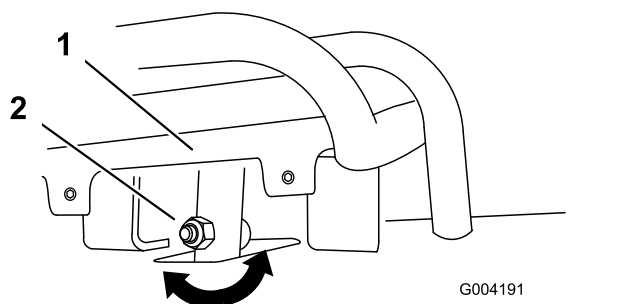
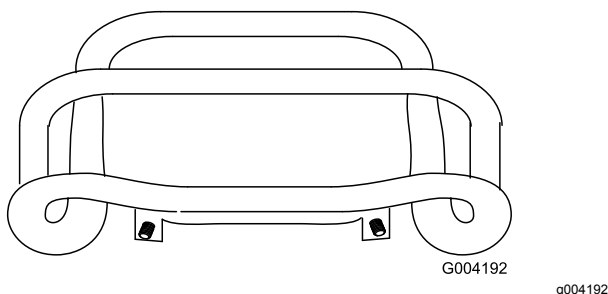

Figura 49
Figura 50
imbullonate lo stelo del comando della trazione (Figura 49).
5. Regolate il comando della trazione in modo che rimanga a filo con la barra di riferimento quando viene tirato all'indietro (Figura 49 e Figura 50).
- Allentate il dado flangiato e il bullone nello stelo del comando della trazione (Figura 49).
- Regolate il comando della trazione in modo che rimanga a filo con la barra di riferimento quando viene tirato all'indietro (Figura 49 e Figura 50).